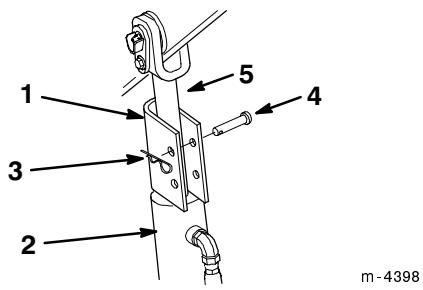

Abbildung 18
4. Über jeder Hubzylinderstange ein Hubarm-Zylinderschloß anbringen (Abb. 18).
5. Jedes Hubarm-Zylinderschloß mit Sicherungsstift und Splint sichern (Abb. 18).